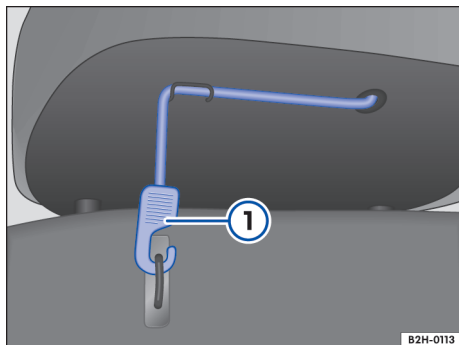

Fig. 64 Banco traseiro: cinta de fixação da superfície do banco.
- Desencaixar a cinta de fixação → Fig. 64 ① da fixação da superfície do banco.